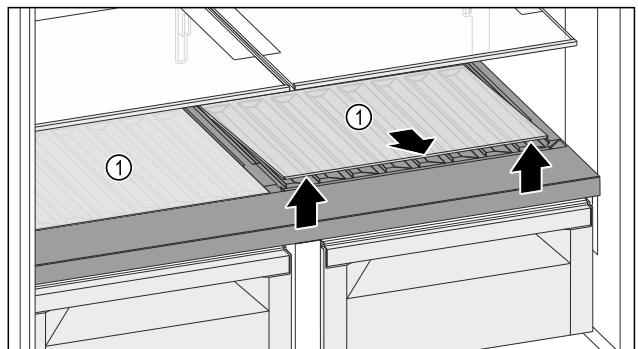

Fig. 124
- Eine Glasplatte oder beide Glasplatten Fig. 124 (1) an der Aussparung vorne anheben und herausnehmen.
- Glasplatte(n) Fig. 124 (1) außerhalb des Geräts sicher aufbewahren.